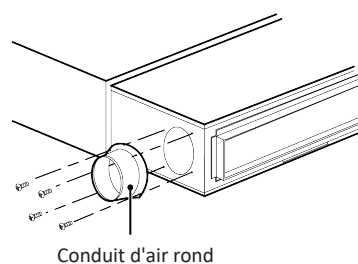

Fig. 4.26
- 2 Installez une bride circulaire afin de faciliter le raccordement du conduit d'air frais, voir Fig. 4.26.